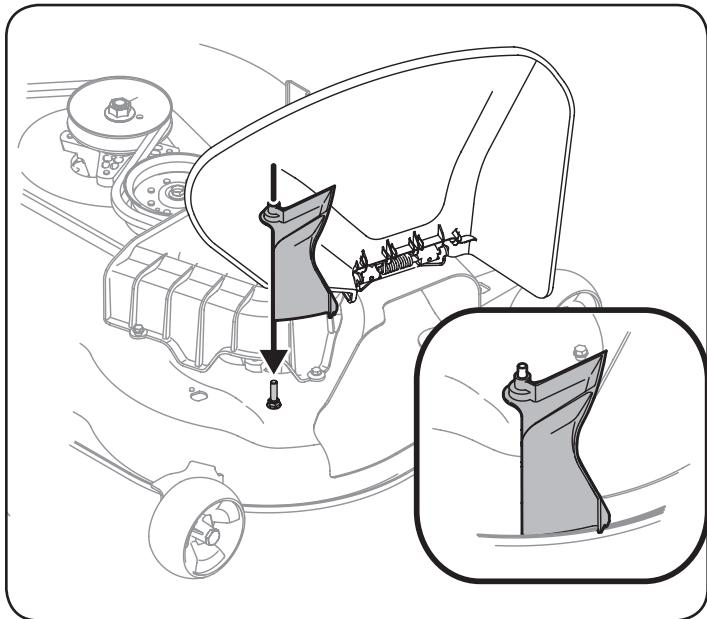

Figure 4
- Sur les **plateaux de coupe estampés** de 54 po (1,37 m), placez l'adaptateur de décharge sur la goupille. Consultez la Figure 4.